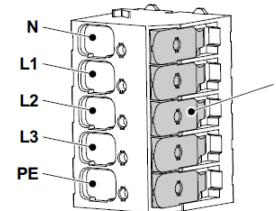

Abbildung 5: Anschlussklemmen der Spannungsversorgung
8. Die Einzeladern der Zuleitung laut Kennzeichnung (Abb. 5) anschließen. Bei einphasiger Versorgungsspannung muss die Phase an L1 angeschlossen werden. Die Klemmen L2 und L3 werden bei einphasigem Anschluss nicht genutzt.
**Hinweis:** Es handelt sich um eine werkzeuglose Klemmleiste. Das Wegklappen des jeweiligen Betätigungshebels (Abb. 5/1) öffnet die Anschlussklemme und die jeweilige Einzelader kann eingesteckt werden. Das Zurückklappen des jeweiligen Betätigungshebels arretiert die zugehörige Einzelader. Es muss vermieden werden, mehrere Betätigungshebel gleichzeitig zu betätigen.